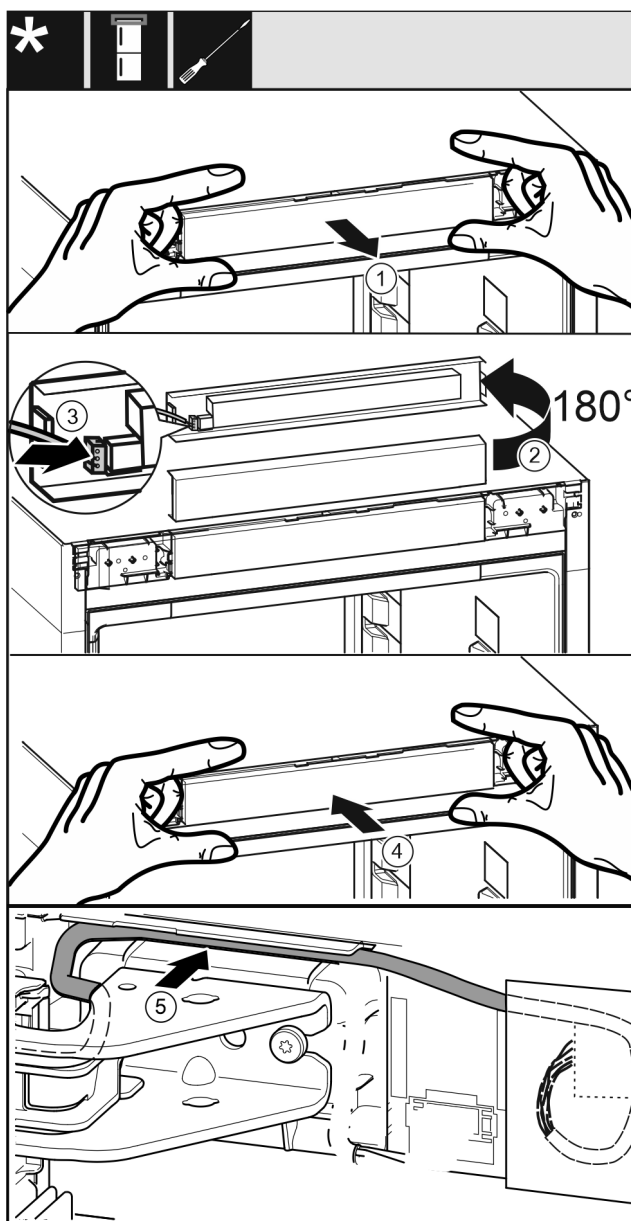

Fig. 60
- Oprezno izvucite masku za rukovanje Fig. 60 (1).
- ▶ Okrenite masku za rukovanje Fig. 60 (2) za 180° prema gore.
- ▶ Uglavite utikač Fig. 60 (3) na masku s upravljačkim elementom.
- ▶ Masku za rukovanje Fig. 60 (4) ponovno uglavite na uređaju.
- ▶ Oprezno položite kabel Fig. 60 (5) u vodilicu iznad gornjeg podloška ležaja.